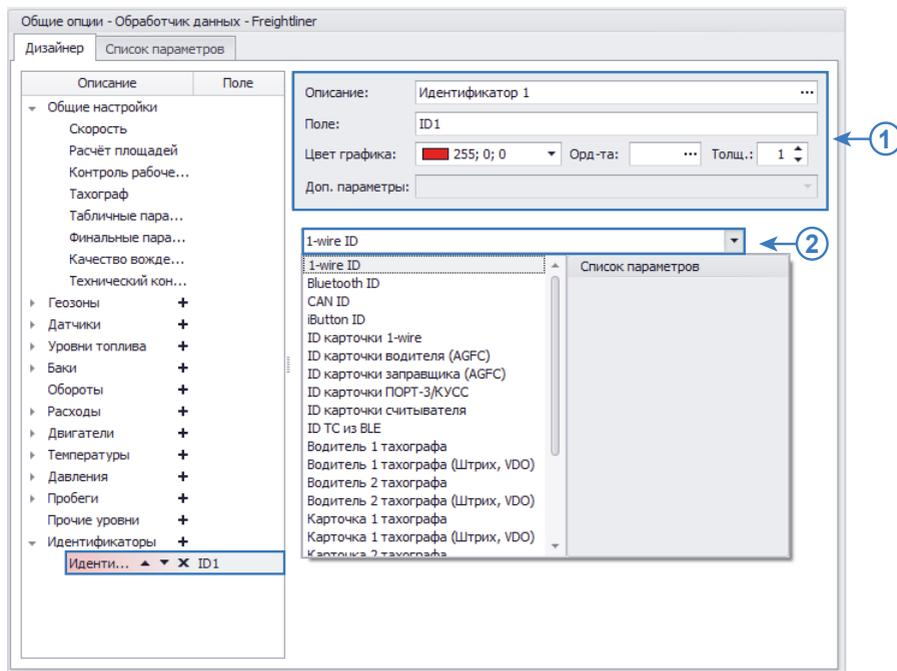

Рис.70. Настройка группы параметров «Идентификаторы».
- Для параметров в группе «Идентификатор» также доступны настройки описания, поля, цвета диаграммы (**Рис.70, п.1**).
- Источником данных для параметров в группе «Идентификатор» может быть одна из записей бортового контроллера «АвтоГРАФ» или стороннего терминала, содержащая идентификатор карты, ключа, метки и т.д. (**Рис.70, п.2**):